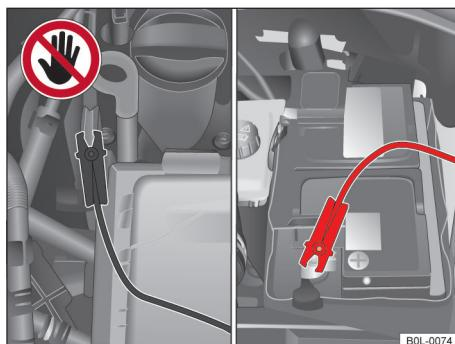

图 146 发动机舱：充电装置或辅助启动电缆的接口
- 掀起正极上的盖板 → 图 146。
- 按规定将充电装置的电极夹夹到车身上合适的接地位置和蓄电池正极 ① 上。